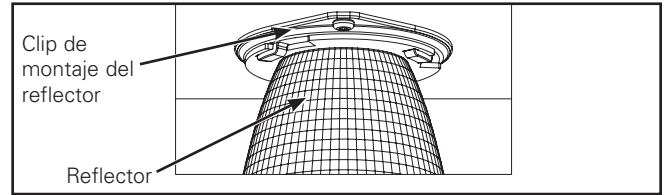
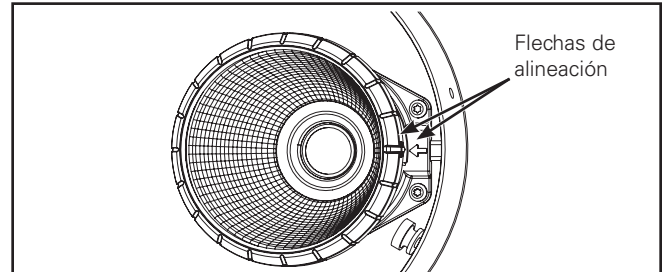

Figura 10.
Figura 11.
4. Inserte la unidad de la óptica primero en la brida del alojamiento mientras sostiene el reflector de metal y no el soporte del medio. Coloque la brida sobre el clip de montaje del reflector y presione firmemente para luego rotar en sentido horario hasta que los 3 pasadores se coloquen a presión en su lugar (Figura 10). Asegúrese de que las líneas de alineación del soporte del medio y el clip de montaje del reflector se alineen para un medio direccional opcional (Figura 11).